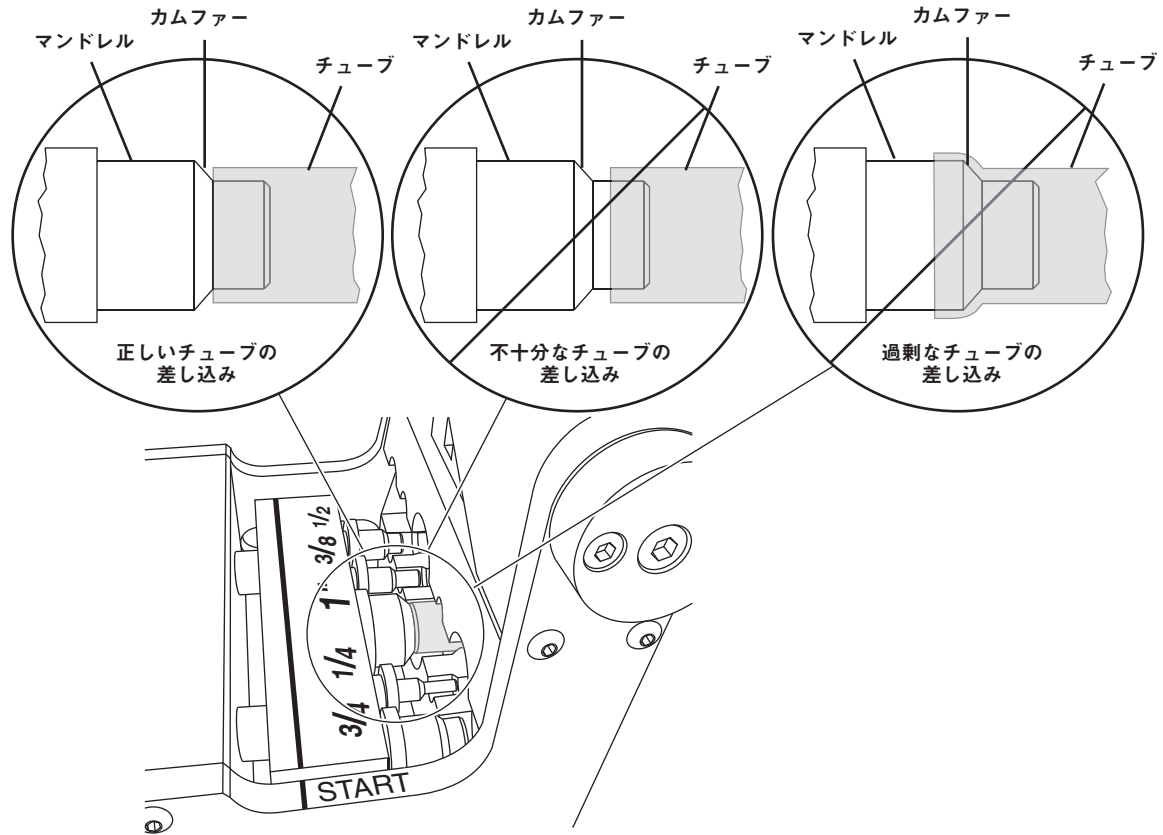
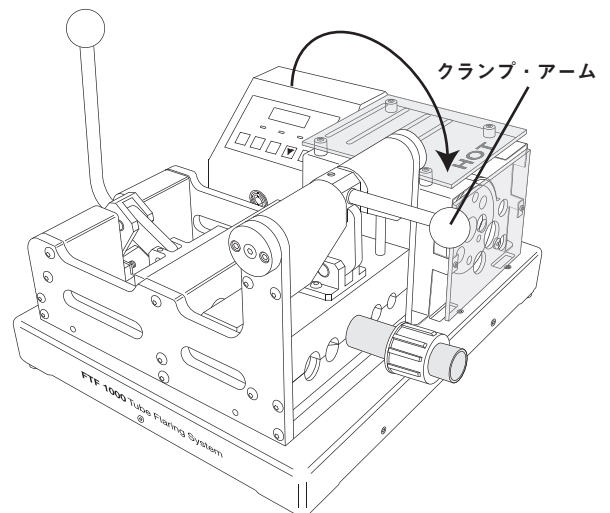

図8
図9
(図8、図9参照)
2. クランプ・アームを素早く完全に押し倒し、チューブを所定の位置に固定します。(図9参照)
4. ラムがフレームの「START」位置を過ぎるまで、ラム・アームを完全に戻します。(図 8 参照)